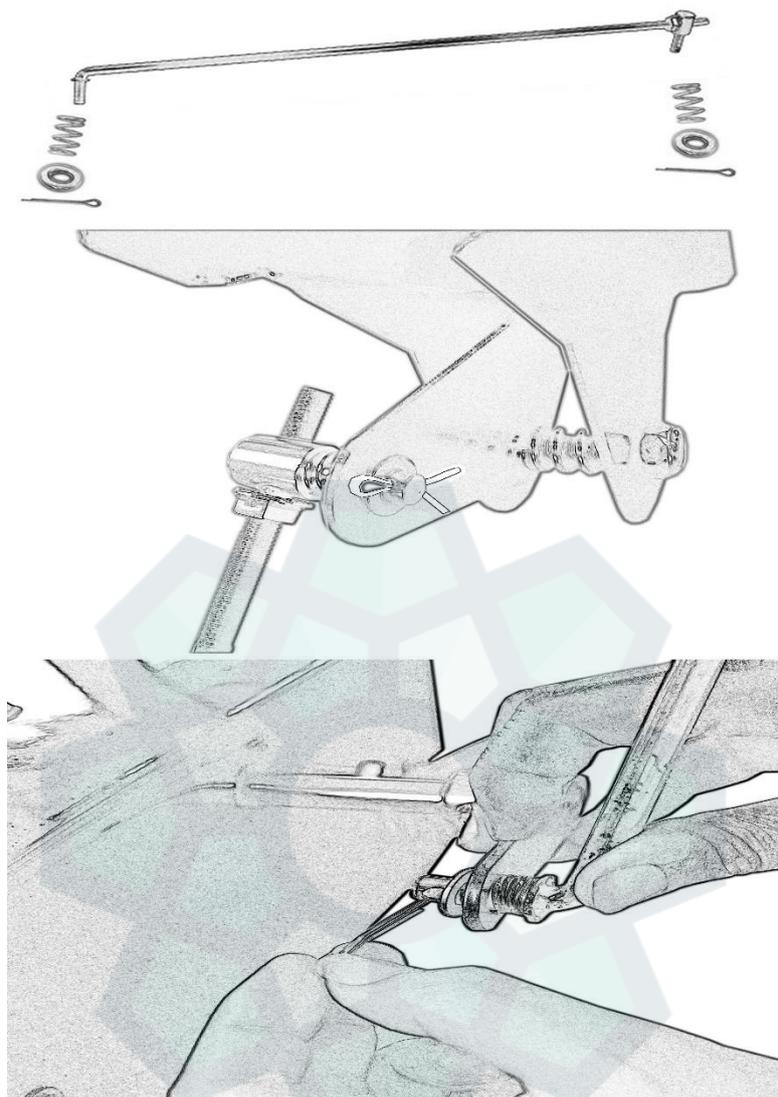

Рис.5
5. Установите тягу и рычаг: установите соединительные тяги коробки передач (10) на зубчатую пластину (14) под коробкой передач и панелью, а также на рычаг вилки переключения передач (15) корпуса соответственно, как показано на рис. 5, с помощью пружины (11), шайбы (12) и шплинта (13).